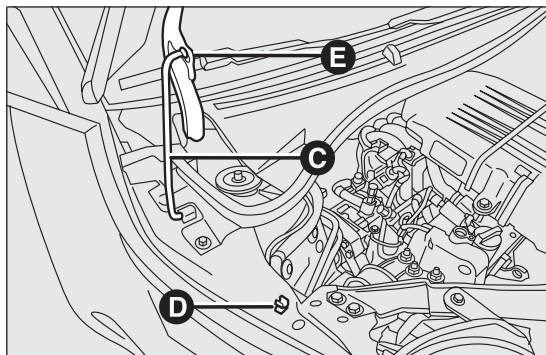

Abb. 61
- ☐ Die Motorhaube anheben und gleichzeitig den Haltestab C Abb. 61 aus der Arretiervorrichtung D lösen. Dann das Stabende in die Aufnahme E der Motorhaube (große Öffnung) einführen und in die sichere Position drücken (kleine Öffnung), wie die Abbildung zeigt.
- ☐ Die Motorhaube mit einer Hand hochhalten und mit der anderen Hand die Stange C Abb. 61 aus der Aufnahme E nehmen und in ihre Einrasthalterung D drücken